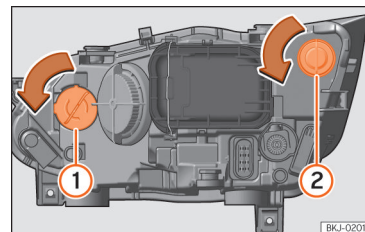

Abb. 57 Im Motorraum: Glühlampe Blinker **①** und Glühlampe DRL-Licht (Tagfahrlicht) **②**.
- Drehen Sie den Lampenträger » **Abb. 57** ① oder ② nach links und ziehen Sie.